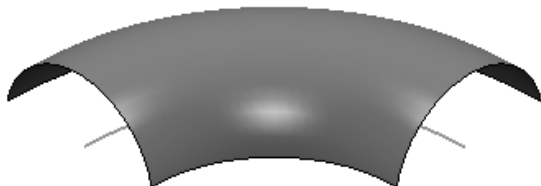

图 2-189 打开范例文件
2) 选择下拉菜单中的“文件”→“打开项目”命令，弹出“打开项目”对话框，选择“exercise28” (“随书光盘:\第2章\exercise28\uncompleted\exercise28”) 目录，如图 2-189 所示。